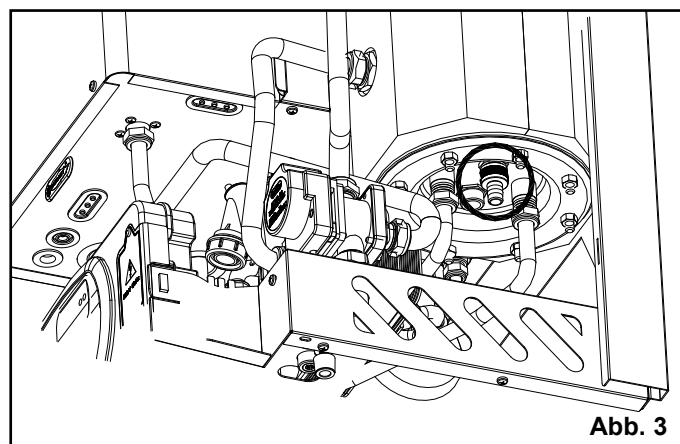

Abb. 3
- Der Speicher wird entleert. (Abb. 3)